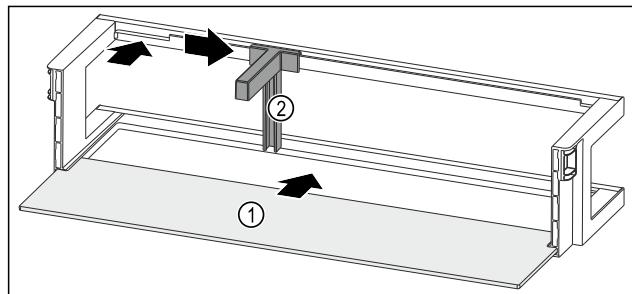

Fig. 123 Рафт на врата с рафт
- Вкарайте рафта Fig. 123 (1) в страничните прорези.
- Поставете преградата за бутилки Fig. 123 (2) в прореза.
- Плъзнете преградата за бутилки Fig. 123 (2) настрани до желаната позиция.